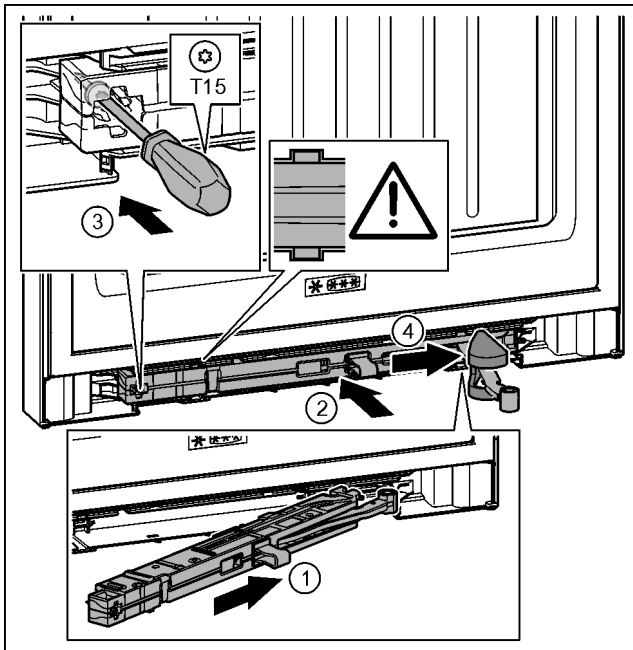

Fig. 44
- ▶ Introduzca la unidad de amortiguador de cierre en el lado del soporte de cojinete en posición inclinada en la escotadura hasta el tope. Fig. 44 (1)
- ▶ Desplace por completo la unidad de amortiguador de cierre en la escotadura. Fig. 44 (2)
- ▶ Apriete el tornillo con un destornillador T15. Fig. 44 (3)
- ▶ Desplace la cubierta sobre la articulación. Fig. 44 (4)